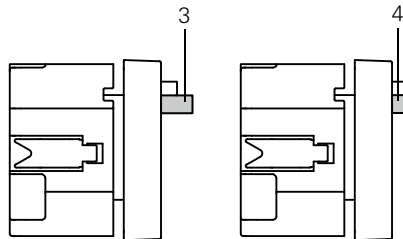

Figure 4
- Position d'interrupteur, figure 4